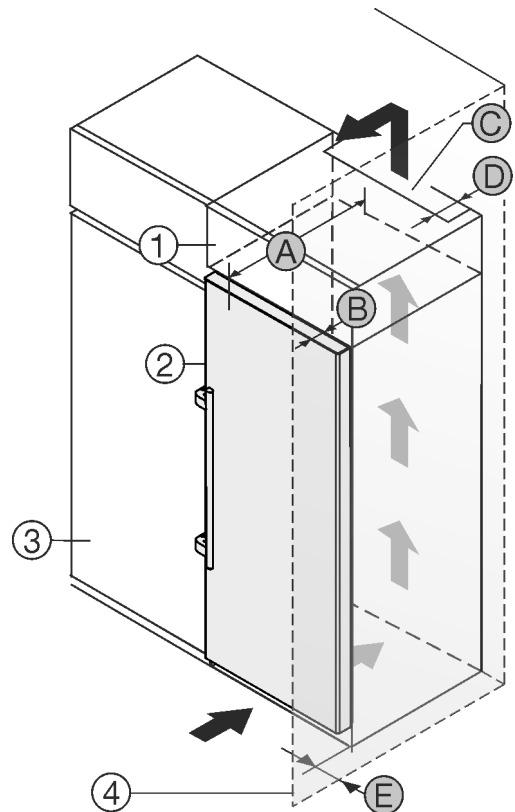

Fig. 24
Das Gerät kann mit Küchenschränken umbaut werden. Um das Gerät *Fig. 24 (2)* der Küchenzeilenhöhe anzugleichen, kann über dem Gerät ein Aufsatzschrank *Fig. 24 (1)* angebracht werden.
Wird das Gerät direkt neben einem Küchenschrank *Fig. 24 (3)* aufgestellt, so ist ein Abstand von mind. 5cm zum Gerät notwendig. Um die Türe vollständig öffnen zu können, muss das Gerät um die Tiefe *Fig. 24 (B)* gegenüber der Küchenschrankfront vorstehen. Abhängig von der Tiefe der Küchenschranke und Verwendung von Wandabstandshaltern kann das Gerät weiter herausragen.
- An der Rückseite des Aufsatzschrankes muss ein Abluftschacht mit der Tiefe *Fig. 24 (D)* über die gesamte Aufsatzschrankbreite vorhanden sein.
- Unter der Raumdecke muss der Entlüftungsquerschnitt *Fig. 24 (C)* eingehalten werden.
Wenn das Gerät mit den Scharnieren neben einer Wand *Fig. 24 (4)* aufgestellt wird, muss der Abstand *Fig. 24 (E)* zwischen Gerät und Wand eingehalten werden. Dies entspricht dem Griffüberstand bei geöffneter Tür.